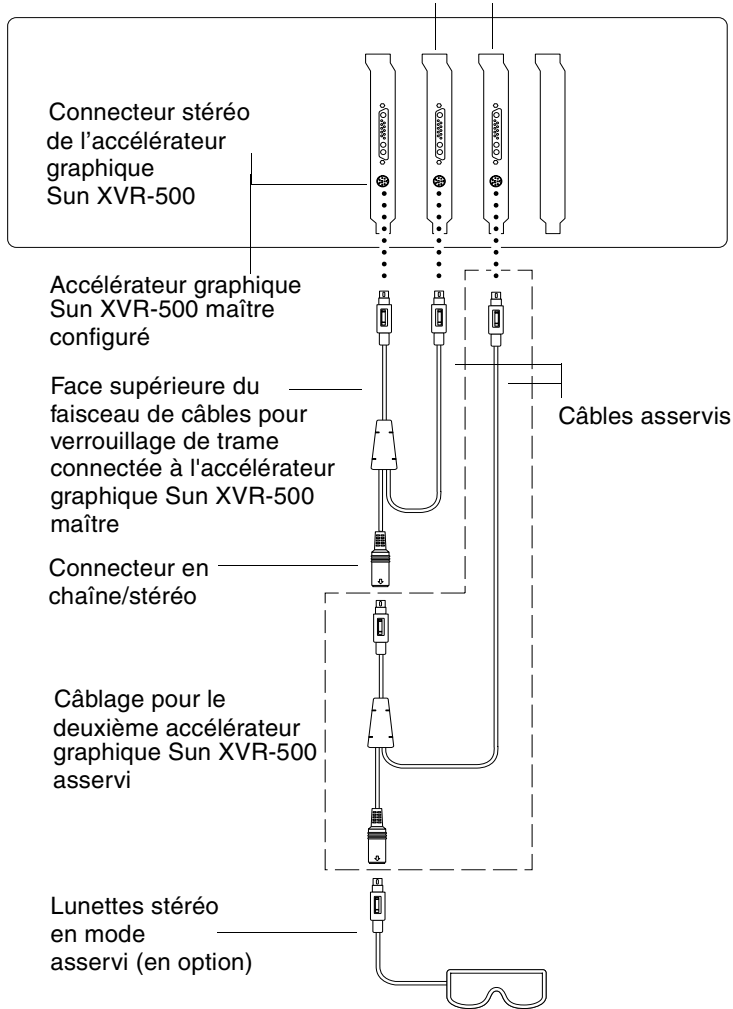

FIGURE 4-3 Accélérateur graphique Sun XVR-500 et faisceau de câbles de verrouillage de trame
3. Connectez, le cas échéant, un deuxième accélérateur graphique Sun XVR-500 asservi ou des lunettes stéréo au connecteur en chaîne/stéréo (FIGURE 4-3).